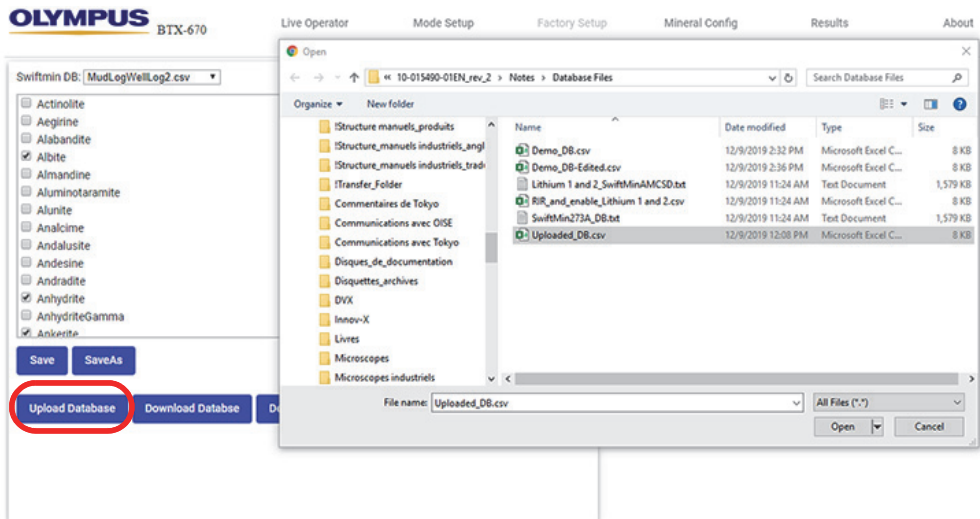

Рис. 5-9 Выложить базу данных
1. Щелкните **Upload Database**, чтобы открыть окно проводника (см. Рис. 5-9 на стр. 81).